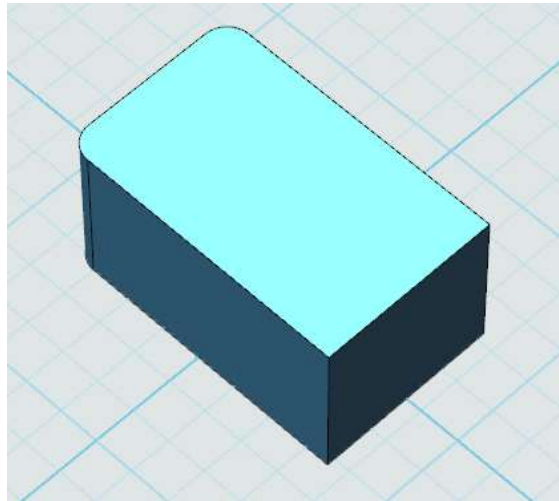

图 15-4
3.点击草图，选择拉伸命令。厚度为 18.5。完成后如图 15-4 所示。